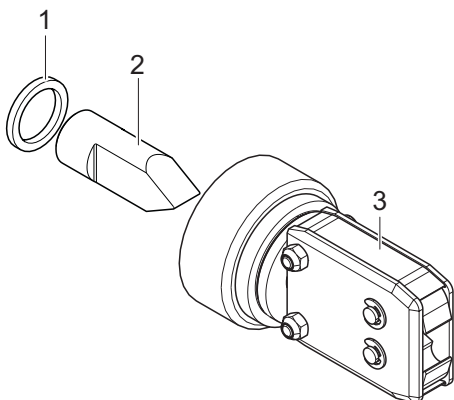

Fig. 30: Kit de cabezal de tenaza
- Anillo distanciador (Fig. 30/1)
- Cuña (Fig. 30/2)
- Cabezal de la tenaza (Fig. 30/3)